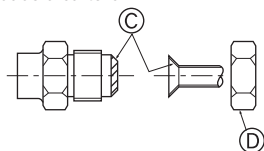

Fig. 4-5
(A) (Fig. 4-5)
(B) (Fig. 4-5)
### 4.4. Collegamento dei tubi (Fig. 4-5)